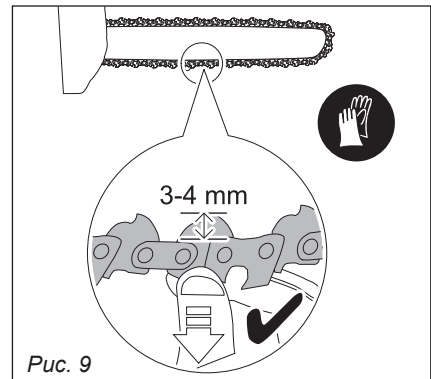

Рис. 9
- Зазор между цепью и шиной должен составлять 3–4 мм (рис. 9).